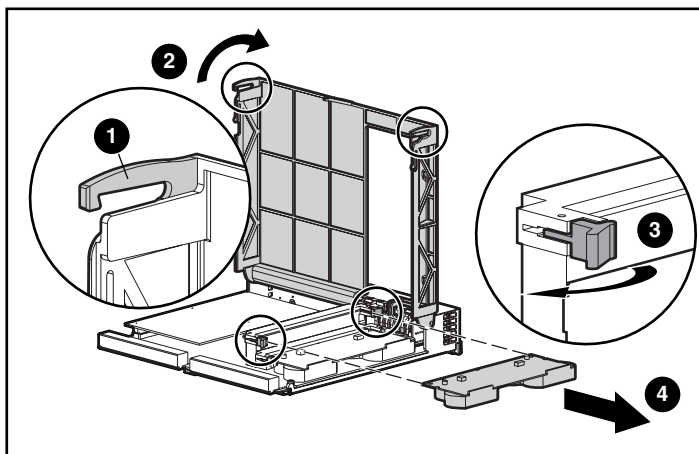

図 6: キャッシュ モジュールを取り外す
3. 図 6 に示すように、MSA1000 コントローラ背面上のコントローラのカバークリップを外し ❶、カバーを持ち上げます ❷。
注記：図 6 は、コントローラの側面と背面が見えるようになっています。